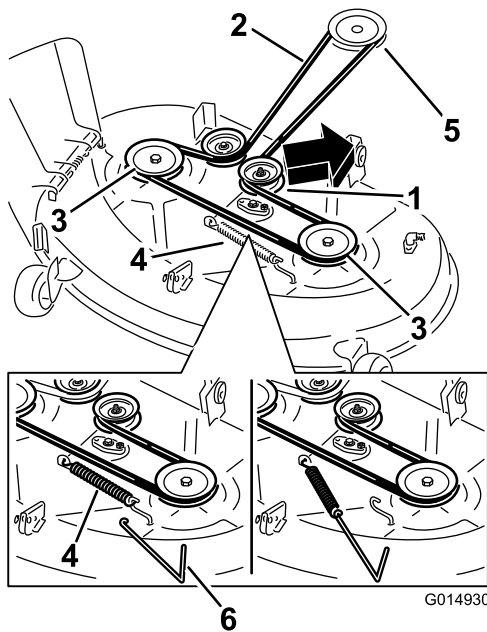

Figure 61
5. À l'aide d'un outil de dépose de ressort (réf. Toro 92-5771), décrochez le ressort du crochet sur le tablier de coupe pour détendre la poulie de tension, et déchaussez la courroie des poulies (Figure 61).
7. À l'aide d'un outil de dépose de ressort, accrochez le ressort au crochet situé sur le tablier pour tendre la poulie de tension et la courroie du tablier de coupe (Figure 61).